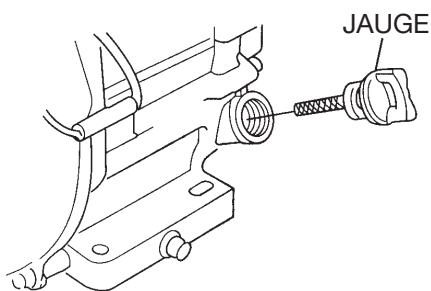

Figure 5. Jauge d'huile moteur (retrait)
2. Sortez la jauge de l'orifice de remplissage d'huile du moteur (Figure 5) et essuyez-la.